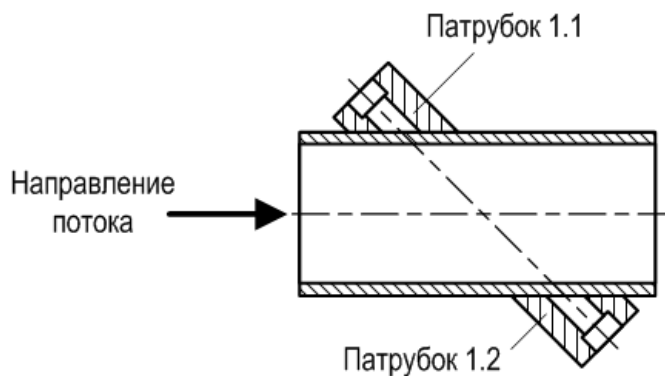

Рис.4. Положение пары монтажных патрубков ПЭА на ИУ.
4.2.3. Первый патрубок приваривается в таком положении, чтобы ПЭА в нем устанавливался по потоку жидкости, а второй – против потока (рис.4).